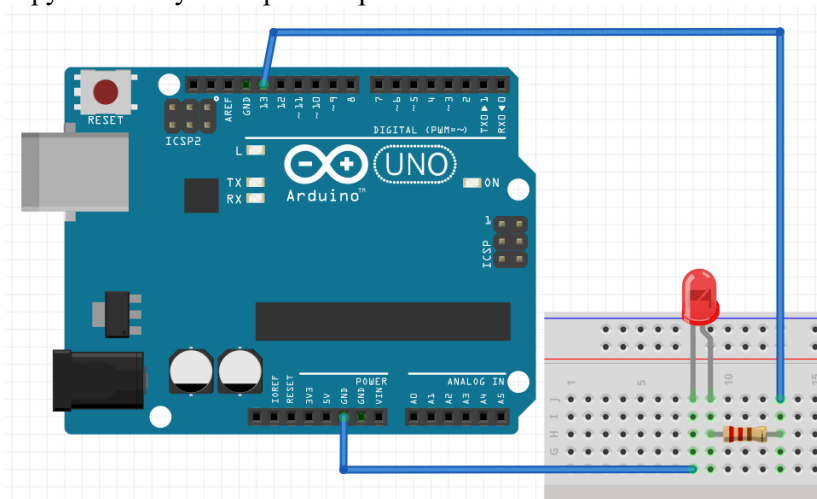

Рис. 1.3. Підключення світлодіода до Arduino Uno
3. Ознайомитись зі схемою підключення світлодіода (рис. 1.3.).